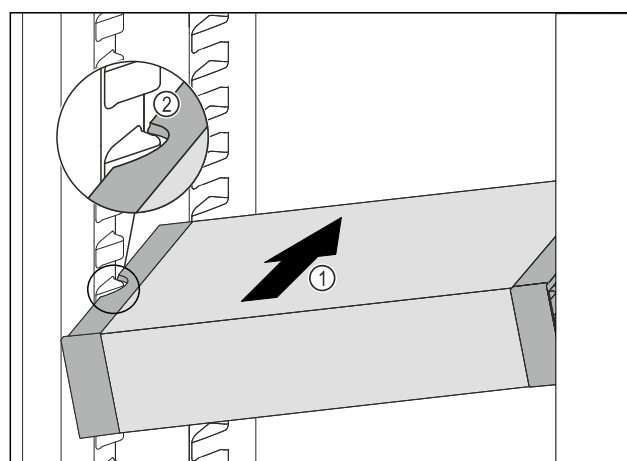

Fig. 125
- ▶ VarioSafe schuin in het koelgedeelte schuiven Fig. 125 (1), tot de uitsparingen aan de zijkant Fig. 125 (2) van de VarioSafe op de hoogte van de rib in het koelgedeelte zitten.